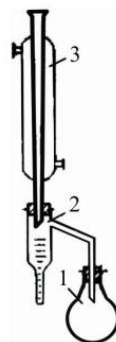

Рисунок 1 - Прибор Дина и Старка: 1 – круглодонная колба; 2 – насадка Дина– Старка; 3 – холодильник
Метод Дина и Старка Метод Дина и Старка распространенный, точный метод определения количественного содержания воды в нефтях и нефтепродуктах. Он основан на азеотропной перегонке пробы нефти или нефтепродукта с растворителями. Прибор Дина и Старка изображён на рис. 1. (Внимание! Опыт необходимо выполнять в вытяжном шкафу!)
*Подготовка к анализу* Пробу нефти или нефтепродукта тщательно встряхните в течение 5 минут. Мерным цилиндром в чистую и сухую, предварительно взвешенную стеклянную колбу 1 (рис. 1) поместите 3 мл нефти или нефтепродукта и добавьте 5 мл растворителя (толуола). Колбу при помощи шлифа присоедините к отводной трубке 2, а к верхней части приемника-ловушки на шлифе присоедините холодильник 3. Во избежание конденсации паров воды из воздуха верхний конец холодильника закройте ватой.